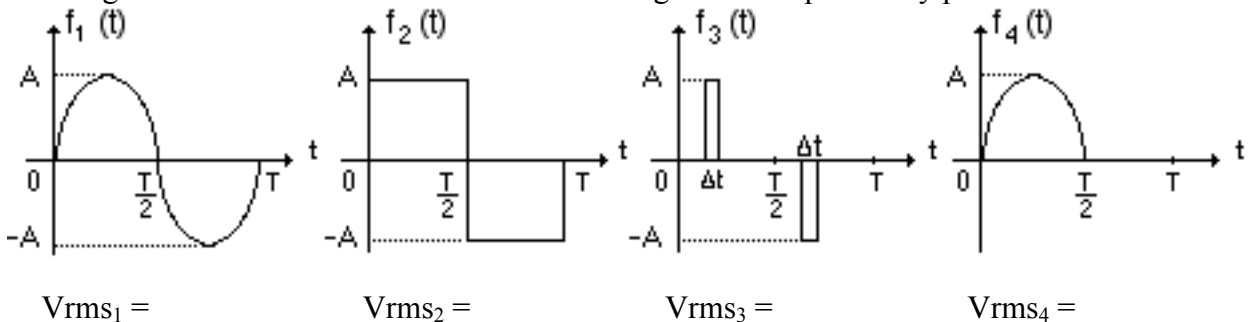

Figura 1.- Formas de onda AC
- 2.- Explique el significado físico de valor medio cuadrático (rms por sus siglas en inglés), llamado también valor eficaz, de una señal de voltaje o de corriente alterna y averigüe la relación entre el valor rms y el valor pico de las señales alternas $f_1(t)$, $f_2(t)$, $f_3(t)$ y $f_4(t)$ mostradas en la Figura 1. Averigüe también el valor rms de una señal triangular de amplitud A y período T.
- 3.- Describa el principio de operación de los amperímetros y voltímetros AC basados en el Galvanómetro de D'Arsonval, e indique cuáles son las formas de onda que se pueden medir con precisión con estos instrumentos. Explique qué ocurre si se intenta medir con uno de ellos una señal como la forma de onda $f_2(t)$ mostrada en la Figura 1.